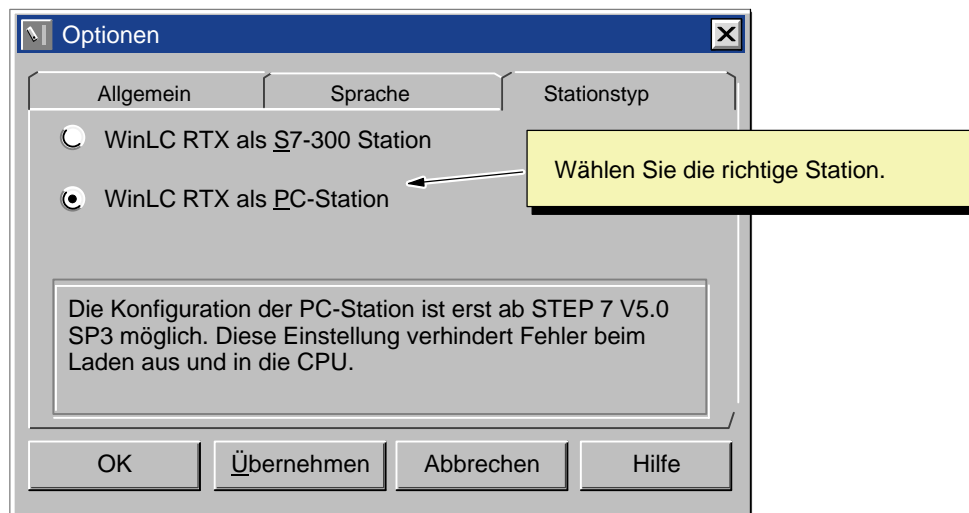

Bild 4-4 Einstellen des Stationstyps
3. Wählen Sie den richtigen Stationstyp aus (siehe Bild 4-4).